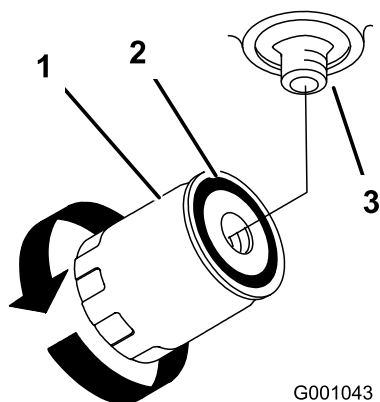

Figura 71
7. Spalmate un velo sulla guarnizione di gomma sul nuovo filtro (Figura 71).
9. Riempite il serbatoio con fluido idraulico finché il fluido non fuoriesce dal filtro, quindi girate il filtro in senso orario fin quando la guarnizione di gomma tocca il riduttore del filtro; a questo punto serrate il filtro girandolo di un altro mezzo giro (Figura 71).